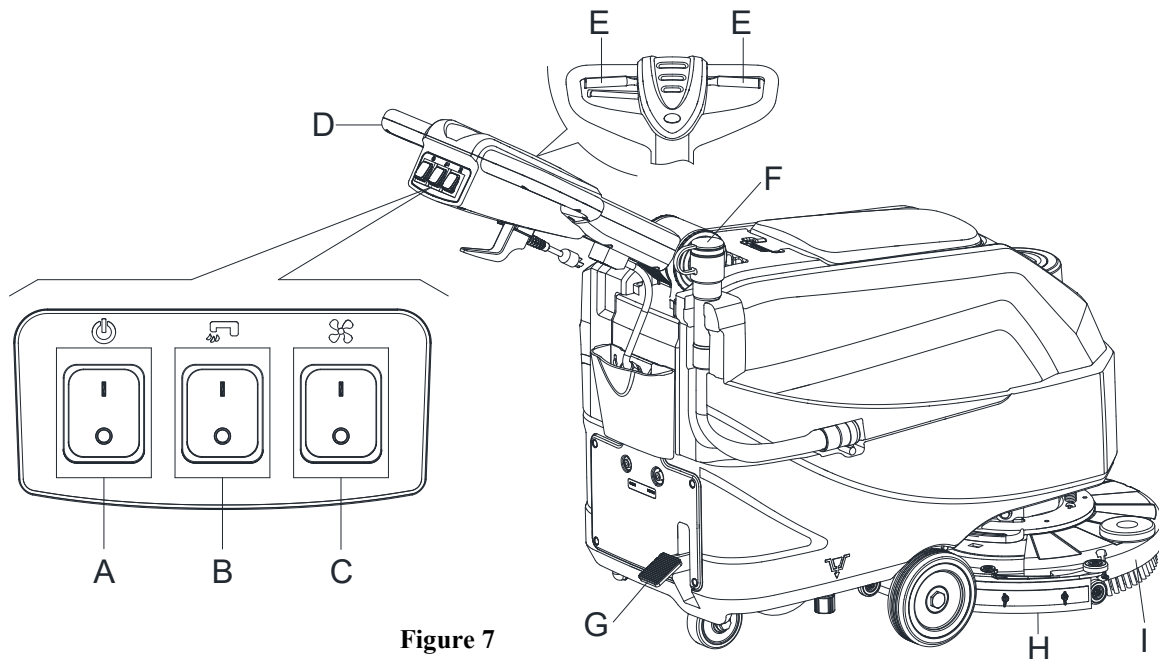
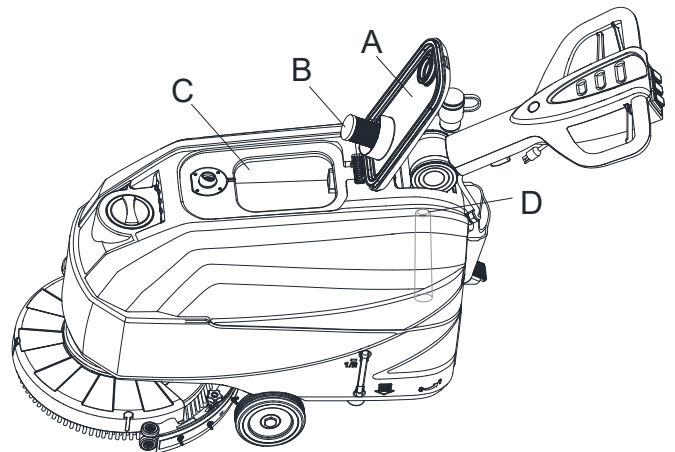

Figure 7
Figure 9
2. Poussez la machine jusqu'à la zone à nettoyer en laissant les mains sur le guidon (D, Figure 7).
3. Abaissez la tête de lavage (I, Figure 7) et la raclette (H) en soulevant la pédale (G).
4. Appuyez sur le commutateur d'alimentation (A, Figure 7) pour le mettre en position "I".
5. Appuyez sur le commutateur de solution (B, Figure 7) pour le mettre en position "I". (Travaillez simultanément avec le contacteur de sécurité (E) pour commander l'électrovanne.)
6. Appuyez sur le commutateur d'aspiration (C, Figure 7) pour le mettre en position "I".
7. Commencez le nettoyage en poussant la machine avec les mains sur le guidon (D, Figure 7) et en appuyant sur le levier du contacteur de sécurité (E, Figure 7).
10. Arrêtez la machine à l'aide du guidon (D, Figure 7).
11. Lorsque vous avez fini d'utiliser la machine, relâchez le levier du contacteur de sécurité (E) pour éteindre la tête de lavage et l'électrovanne.
12. Appuyez sur le contacteur de commande de solution (B) en position "OFF" pour couper complètement le débit de solution.
13. Appuyez sur le commutateur d'aspiration (C) en position "OFF". Le système d'aspiration s'arrête au bout de quelques secondes.
15. Levez la tête de lavage (I, Figure 7) et la raclette (H) en appuyant sur la pédale (G).
2. Tout en gardant les deux mains sur le guidon, appuyez sur le levier du contacteur de sécurité (E, Figure 7), puis manœuvrez la machine et commencez à laver/sécher le sol.
Un système automatique de fermeture à flotteur (B, Figure 9) bloque le système d'aspiration lorsque le réservoir d'eau de récupération (C) est plein. La désactivation du système d'aspiration est indiquée par une augmentation soudaine de la fréquence du bruit du moteur du système d'aspiration, le sol aussi ne sera pas sec.
Si le système d'aspiration s'éteint accidentellement (par exemple, lorsque le flotteur est activé en raison d'un mouvement soudain de la machine), pour reprendre l'opération : mettez hors tension la machine et le système d'aspiration en appuyant sur l'interrupteur (39 et 41), puis ouvrez le capot (A, Figure 9) et vérifiez que le flotteur à l'intérieur de la grille (B) est descendu jusqu'au niveau d'eau. Fermez ensuite le capot (A) et appuyez sur l'interrupteur d'alimentation (39 et 41) pour remettre l'alimentation principale et le système d'aspiration sous tension.
Lorsque le réservoir d'eau de récupération (C, Figure 9) est plein, le vider selon la procédure suivante.
2. Levez la tête de lavage (I, Figure 7) et la raclette (H) en appuyant sur la pédale (G).
4. Videz le réservoir d'eau de récupération à l'aide du flexible (F, Figure 7). Ensuite, rincez le réservoir de récupération (C, Figure 9) à l'eau claire.
5. Retirez le couvercle du réservoir de récupération (A, Figure 9) et nettoyez l'intérieur du couvercle et la grille du flotteur du filtre (B) à l'eau propre.
6. Vérifiez si le réservoir de récupération (D, Figure 9) présente un corps étranger et nettoyez-le.